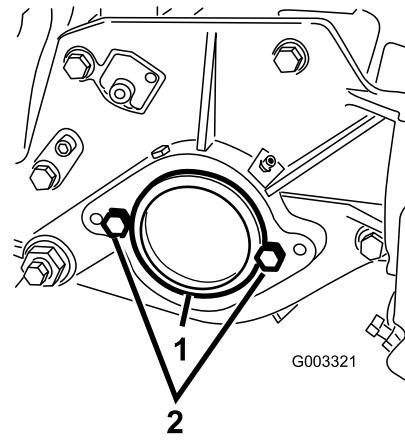

Figura 11
2. En el extremo derecho de la unidad de corte, retire el tapón de plástico del alojamiento del cojinete (Figura 11).
3. Retire los 2 tornillos de caperuza de la chapa lateral derecha (Figura 11).
| 5. Instale provisionalmente los 2 tornillos de caperuza de montaje del motor del molinete a la chapa lateral izquierda de la unidad de corte (Figura 11). |                             |